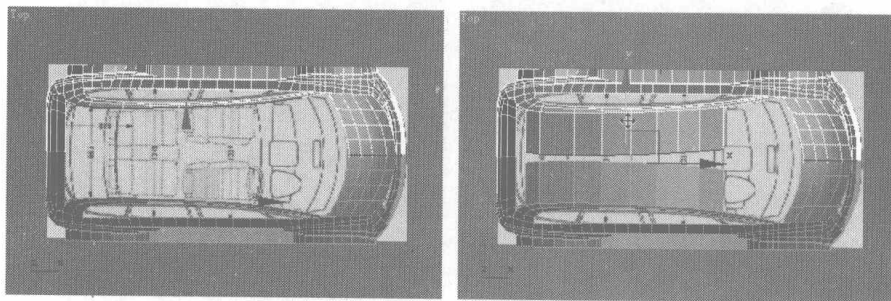
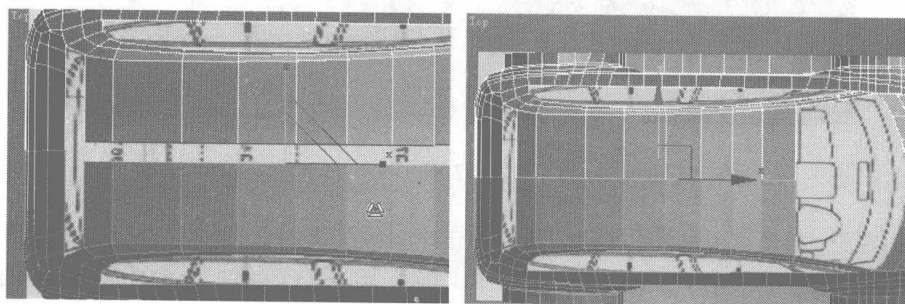

图 7.90
图 7.91
- 46 选择车顶旁边的曲线，按住 Shift 键，移动复制出车顶，如图 7.90 所示。用缩放工具沿着 Y 轴调整曲线，然后移动到中间的位置，如图 7.91 所示。